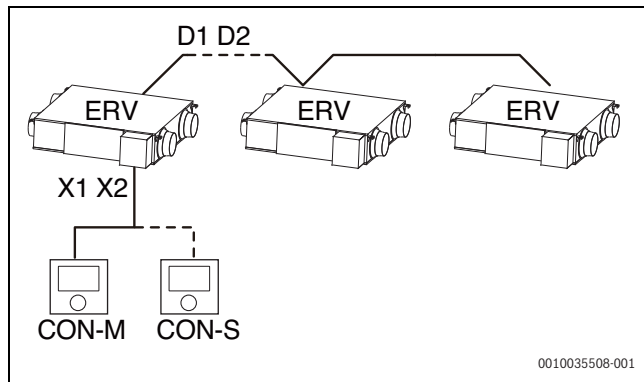

fig. 17 Disa njësi ERV
- Një grup deri në 16 ERV i kontrolluar vetëm nga një ose dy rregullator (kryesor/dytësor) (→ fig. 17).